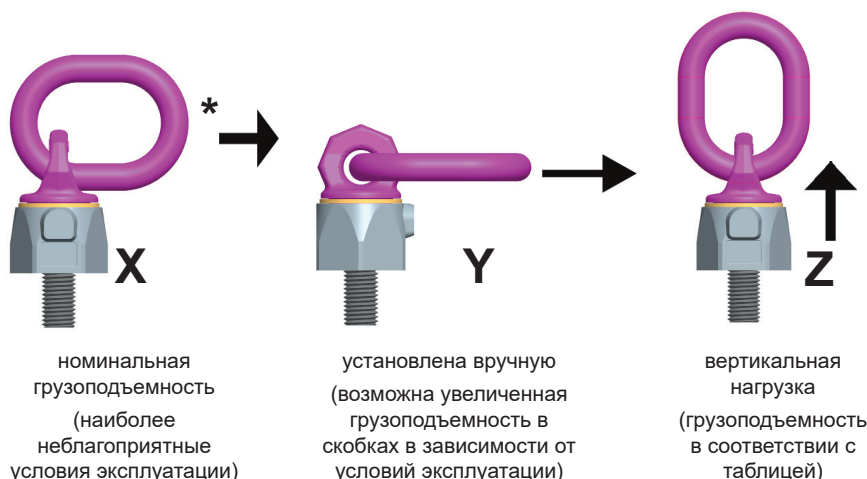

Рис. 8: Направления нагрузки
- Изделие VWBG-V предназначено для кантовки и вращения грузов. При этом овальное звено (петля) может находиться в различных положениях. Маркировка номинальной грузоподъемности на изделии указана, исходя из наиболее невыгодного расположения петли (см. Рис. 8 X). При установке петли вручную (см. Рис. 8 Y) могут использоваться более высокие значения в скобках из Таблицы 3.
- При исключительно вертикальной нагрузке на изделие VWBG-V (по направлению оси резьбы, см. Рис. 8 Z) могут использоваться соответствующие значения грузоподъемности из Таблицы 3 (угол наклона 0°).